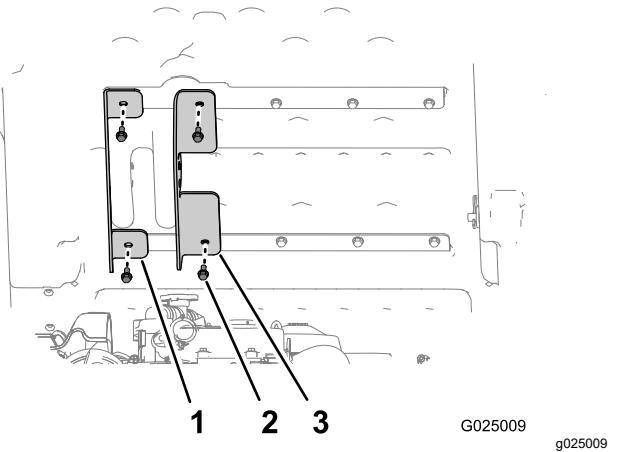

Figure 5
3. Alignez le support de levage extérieur gauche (le support à brides courtes) sur les trous extérieurs des renforts supérieur et inférieur du plateau (Figure 5).
4. Fixez le support de levage extérieur au plateau à l'aide des 2 boulons que vous avez retirés à l'opération 1, et serrez les boulons à la main (Figure 5).
5. Alignez le support de levage intérieur (le support à brides longues) sur les trous intérieurs des renforts supérieur et inférieur du plateau (Figure 5).
6. Fixez le support de levage intérieur au plateau à l'aide des 2 boulons que vous avez retirés à l'opération 2, et serrez les boulons à la main (Figure 5).
- Serrez les 4 boulons ($5/16" \times \frac{3}{4}"$) qui fixent les supports de levage intérieur et extérieur au plateau (Figure 5) à un couple de 15 à 16,6 N·m.